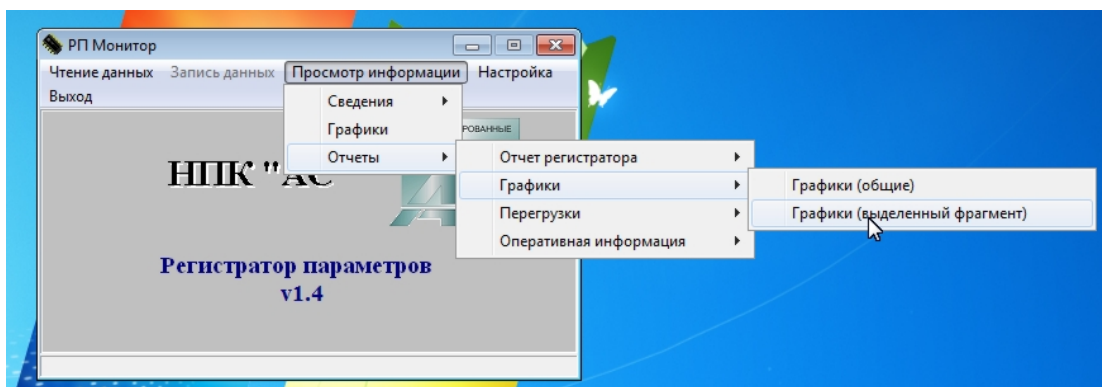
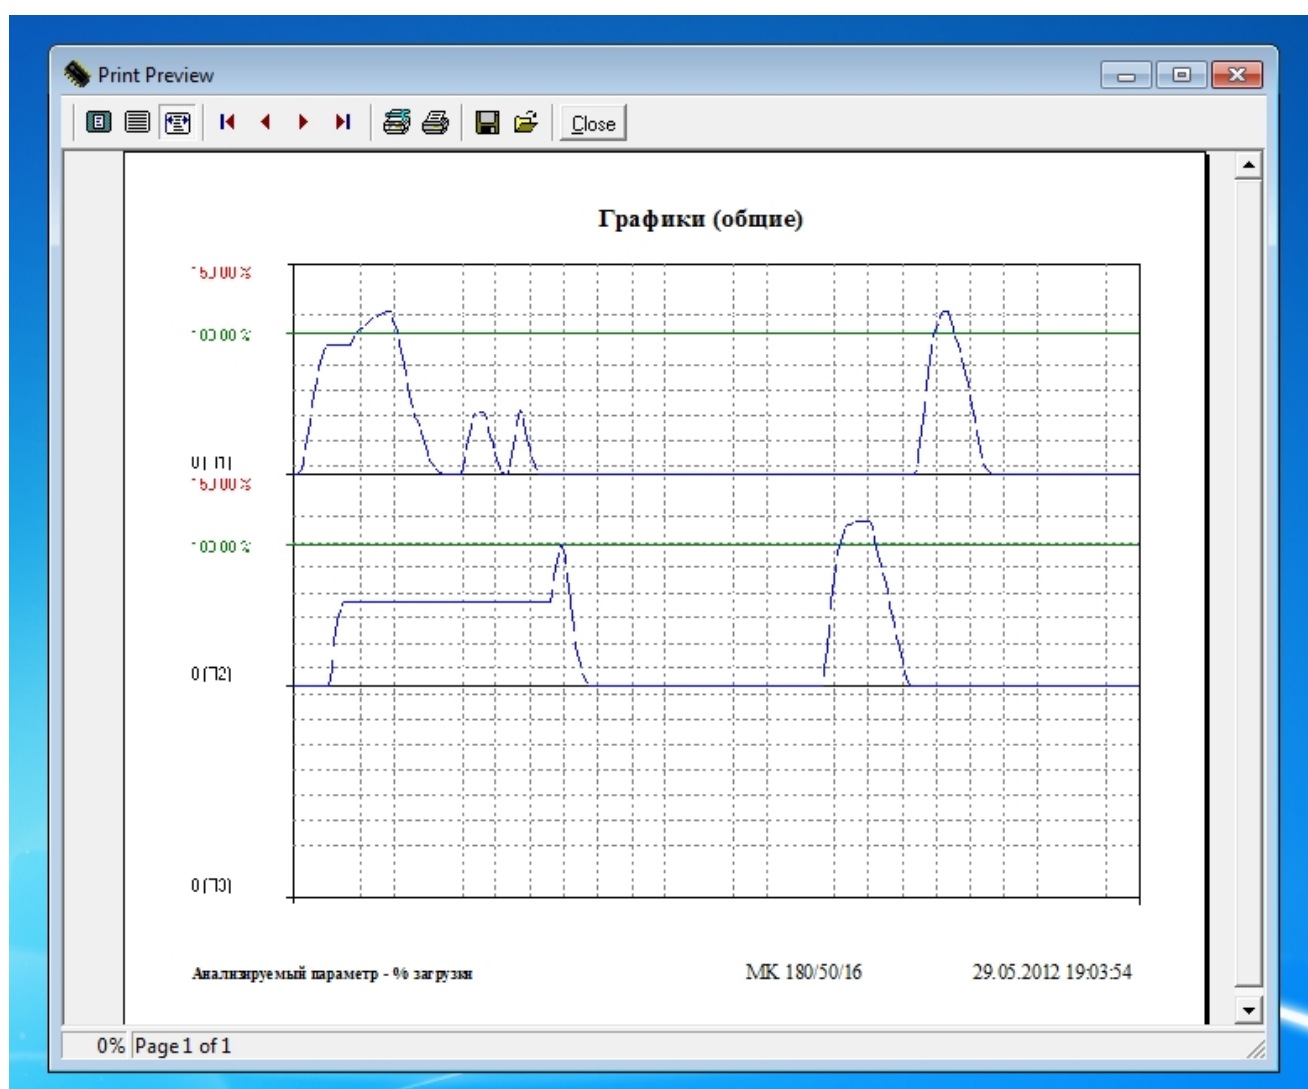
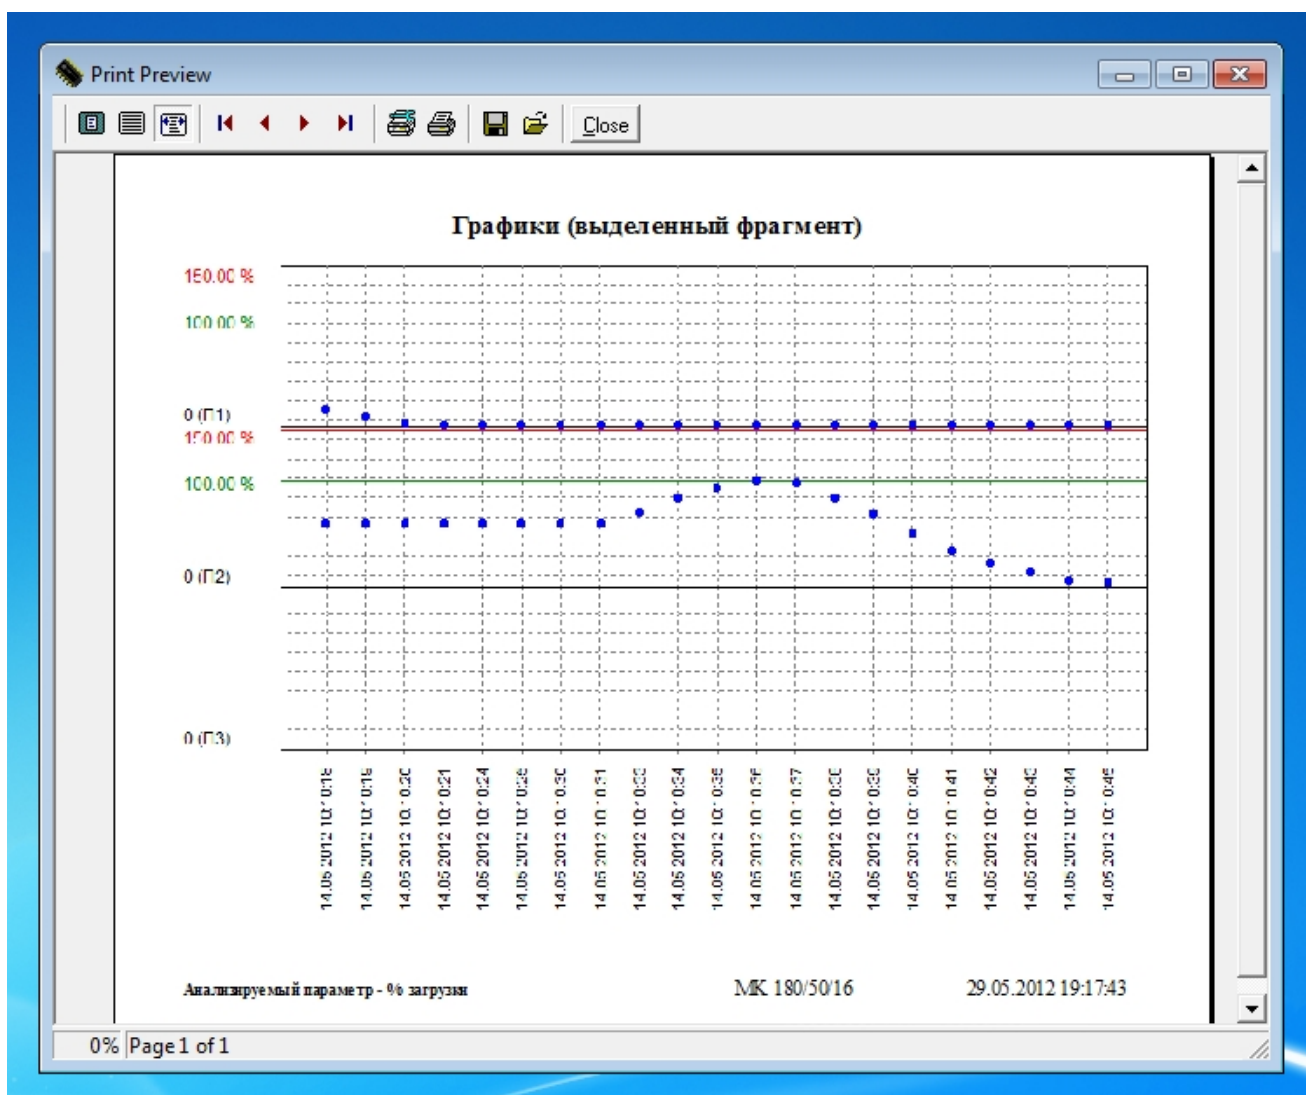

Рис.26
Рис.27
Рис. 28
- Графики (как полностью, так и "увеличенный" фрагмент), Рис.26, Рис.27 и Рис.28.